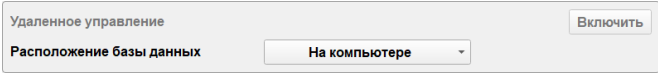

Рисунок 5.3 – Блок «Удаленное управление»
5.2. Прибор Тангенс-Д имеет возможность удаленного управления. Для этого в приборе реализована удаленная точка доступа по сети Wi-Fi. Для включения режима удаленного управления нажмите кнопку «Включить» точку доступа в блоке «Удаленное управление» окна «Настройки прибора» (рисунок 5.3).